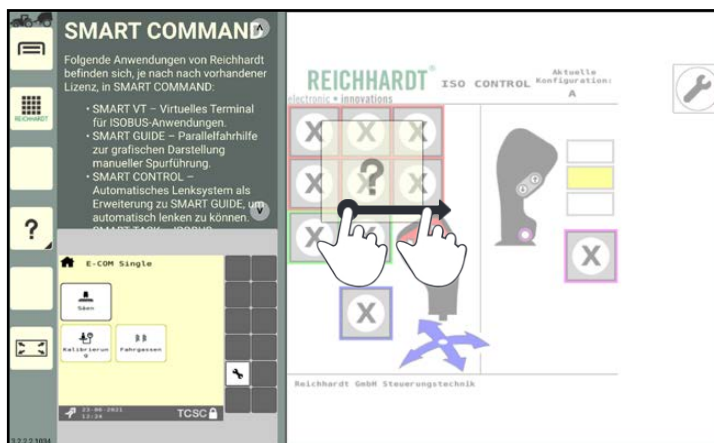

Abb. 78: Anwendung in gewünschtes Fenster ziehen
2. Ziehen Sie die Anwendung in ein beliebiges Fenster (siehe Abb. 78).